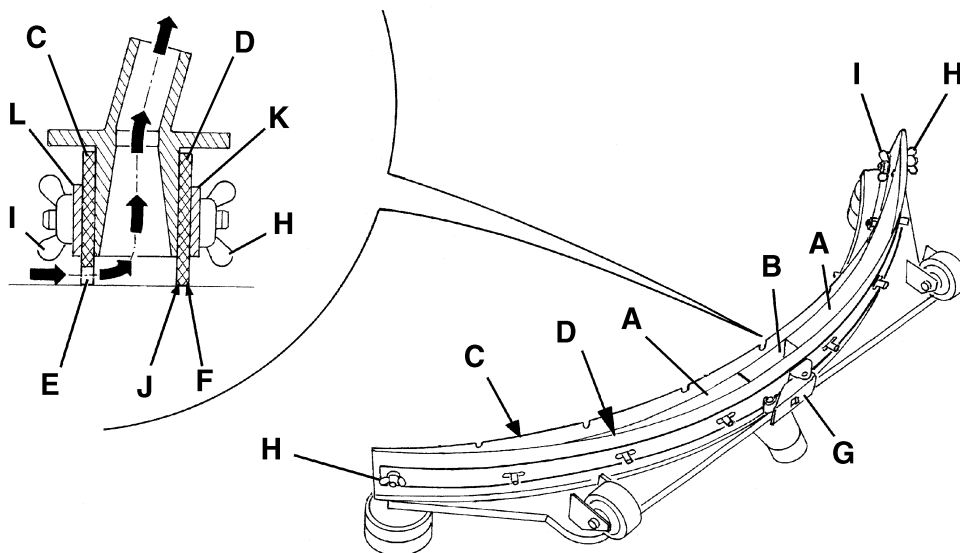
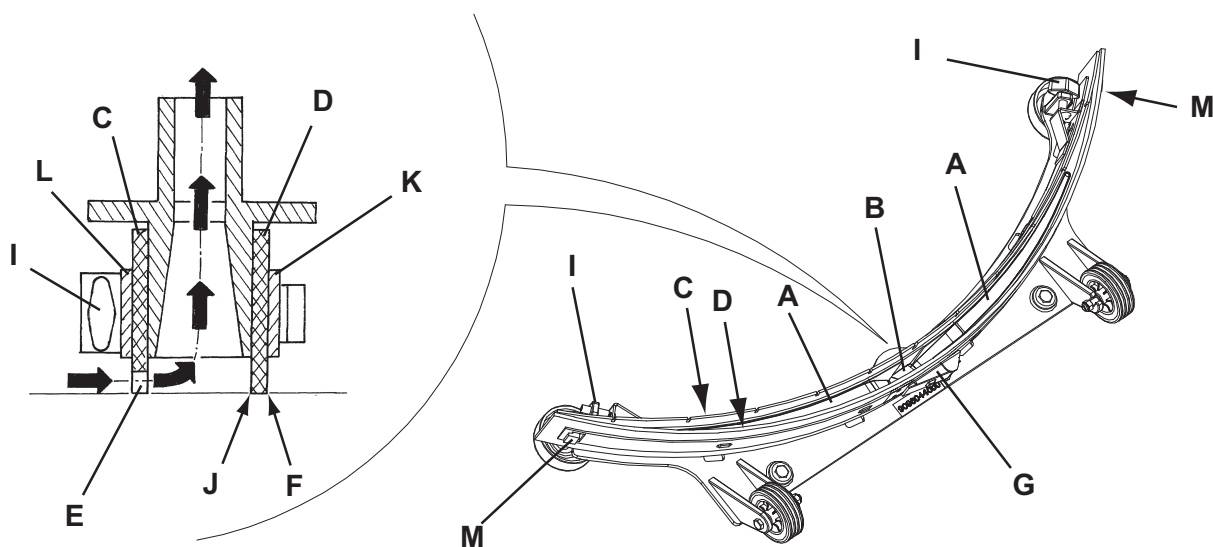

Abbildung 6
Abbildung 7
3. Sauglippe (25) mit dem Hebel (10) absenken.
4. Sterngriffe (26) lösen und Sauglippe (25) abnehmen.
5. Ansaugrohr (15) von der Sauglippe abnehmen.
6. Die Sauglippe aus Stahl (Abb. 6) oder aus Aluminium (Abb. 7) waschen und reinigen. Insbesondere die Räume (A, Abb. 6 oder 7) und das Loch (B) reinigen. Überprüfen, ob der vordere (C) und der hintere Gummi (D) unversehrt sind und keine Schnitte oder Risse aufweisen, gegebenenfalls austauschen (siehe nachstehender Absatz).
1. Die Sauglippe aus Stahl (Abb. 6) oder aus Aluminium (Abb. 7) reinigen, und dabei wie angegeben im vorhergehenden Abschnitt vorgehen.
2. Prüfen dass die Säume (E, Abb. 6 oder 7) des Vordergummis (C) und die Säume (F) des Hintergummis (D) gleichzeitig auf einer Richtplatte über ihre ganze Länge ruhen, ansonsten in der Höhe wie folgt beschrieben einstellen:
- Den Zugstab (G, Abb. 6 oder 7) und die Flügelmutter (H, Abb. 6) lockern bzw. die Sperren (M, Abb. 7) lockern; das Hintergummi (D, Abb. 6 oder 7) einstellen, die Flügelmutter anschrauben oder die Sperre ankuppeln, schließlich den Zugstab ankuppeln.
- Die Handräder (I) lockern und das Vordergummi (C, Abb. 6 oder 7) einstellen; schließlich die Handräder anschrauben.
3. Prüfen dass das Vordergummi (C, Abb. 6 oder 7) und das Hintergummi (D) vollständig sind und keine Schnitte oder Risse aufweisen, ansonsten sie aus wie nachfolgend beschrieben wechseln. Überprüfen, ob die Vorderkante (J) des hinteren Gummis verschlissen ist. Gegebenenfalls Gummi umdrehen und eine der drei unversehrten Kanten als Vorderkante verwenden. Sind auch die anderen drei Kanten abgenutzt, Gummi wie folgt austauschen:
- Den Zugstab (G) lösen, die Flügelmutter (H) entfernen oder die Sperre (M) lockern, schließlich den Sperrstreifen (K) entfernen und das Hintergummi (D) auswechseln/umkehren.